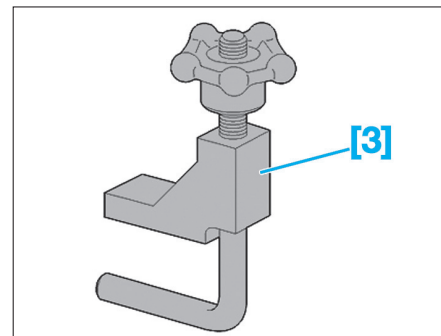

Fig. 4
- [3] Pince courroie (réf : 0188.K) (Fig.4).